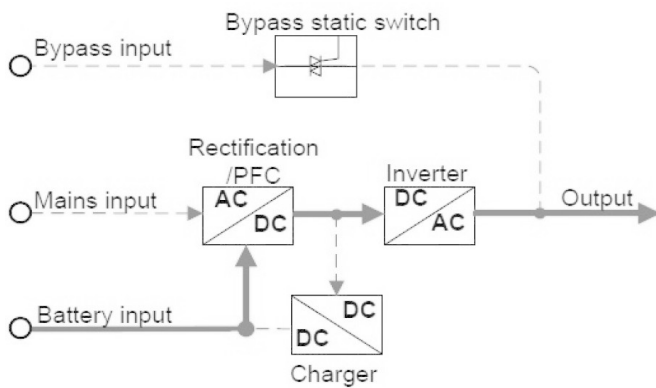

Рис.7 Батарейный режим работы ИБП
**Батарейный режим работы ИБП** представлен на рис.7